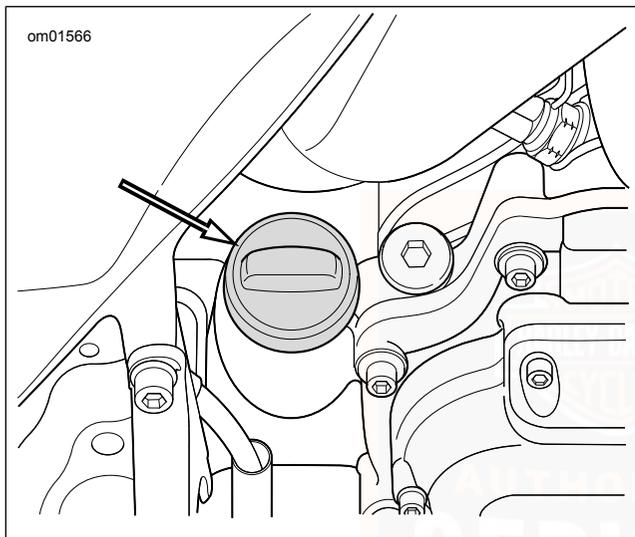

Abbildung 64. Motoröl-Einfüllverschlussstopfen
2. Siehe Abbildung 64. Einfüllverschlussstopfen/Ölmesstab entfernen. Den Ölmesstab abwischen. Den Ölmesstab einschieben und an der Einfüllöffnung anziehen.
3. Siehe Abbildung 64. Den Einfüllverschlussstopfen/Ölmesstab herausziehen und den Ölmesstab sauber abwischen. Den Ölmesstab einschieben und an der Einfüllöffnung anziehen.